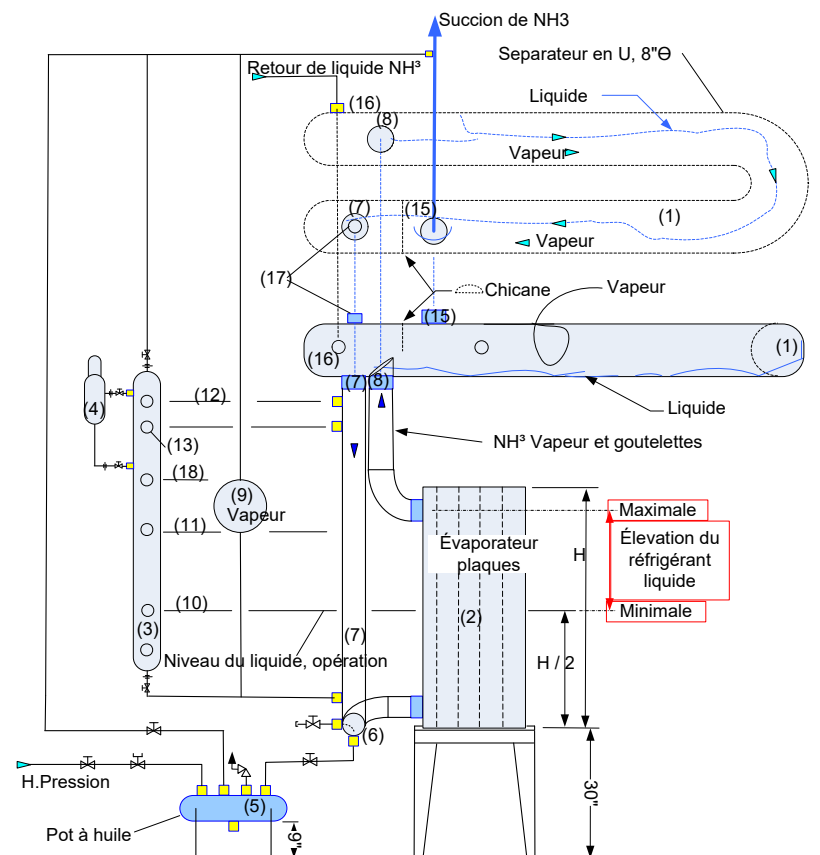

Figure 2 Schéma partiel du système frigorifique
La figure 2 illustre l'ensemble des composantes qui vont nous servir pour la démonstration et correspond à la définition d'un système à charge critique, tel que défini dans la norme. [CSA B52-18, a. 3.1 Définitions - < système frigorifique dont la charge de frigorigène est limitée de façon qu'il soit impossible au frigorigène liquide, d'être entraîné dans la conduite d'aspiration du compresseur ou des compresseurs si toute la charge se trouve dans l'évaporateur ou les évaporateurs.>] Le séparateur "U" (#1) (illustré plan et profil), permet de suivre l'écoulement du réfrigérant dans ses deux phases.
2. Lorsque le pot d'huile, est plein, de liquide réfrigérant, le niveau du liquide, dans, les deux colonnes (#3) et (#7), atteint la mi-hauteur de l'évaporateur, correspondant à l'élévation (#10), sur la figure 2, sans jamais atteindre l'élévation (#11), correspondant au bas du réservoir d'équilibre (#9), ce dernier contient seulement des vapeurs de réfrigérant.